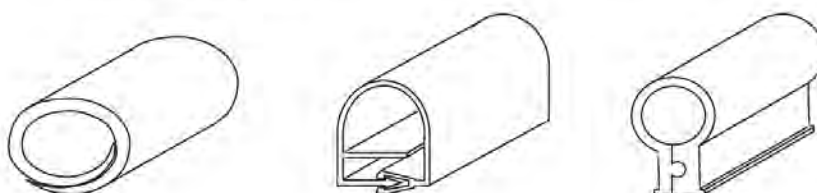

Figura 5a: Cubiertas para el forrado de puentes y conductores CUP
- 1- Para el forrado de conductores se emplearán los elementos de la figura 5a, referenciados en la tabla 5.